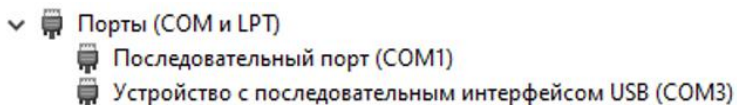

Рисунок 2 — Перечень доступных СОМ-портов в диспетчере устройств
3.1.3 Перед подключением программы к прибору, необходимо определить номер виртуального СОМ-порта в «Диспетчере устройств», к которому подключен прибор (см. рисунок 2).